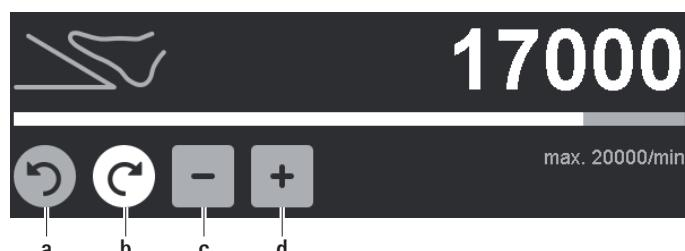

Рис. 6 Изменение верхней границы диапазона числа оборотов/направления вращения
- Изменение направления вращения (кроме дрели GA844): Нажать неактивную, серую кнопку направления вращения по часовой стрелке/против часовой стрелки a/b, см. Рис. 6. Направление вращения изменяется с право- на левостороннее и наоборот.